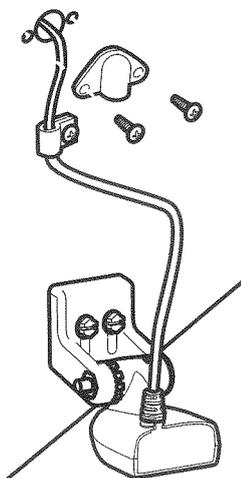

Figure 25
- Si vous avez décidé de passer le câble à travers le tableau arrière, percez un trou de 16 mm (5/8 po) de diamètre au-dessus de la ligne de flottaison. Passez le câble dans ce trou, puis remplissez le trou d'un agent d'étanchéité à base de silicone de qualité marine et passez immédiatement à la prochaine étape. (Figure 25)